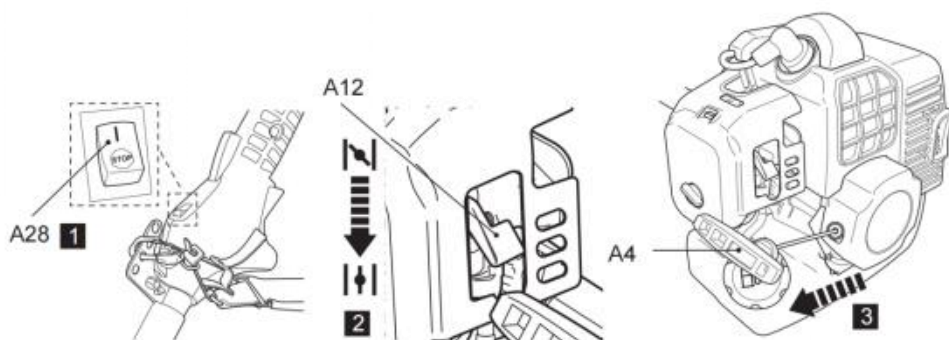

Fig. 40
5. Ziehen Sie den Seilzugstarter (A4) leicht, bis Sie einen Widerstand spüren, und ziehen Sie ihn dann schnell. Wiederholen Sie dies, bis der Motor anspringt (Abb. 40).